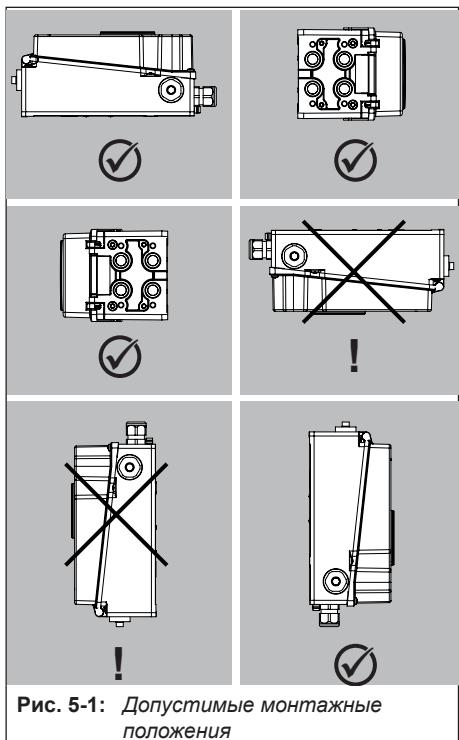

Рис. 5-1: Допустимые монтажные положения
- Допустимое монтажное положение см. Рис. 5-1.